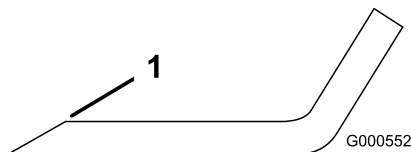

Figure 102
1. Au moyen d'une lime, aiguisez les tranchants aux deux extrémités de la lame (Figure 102).
**Remarque:** Si la lame est déséquilibrée, limez un peu l'extrémité de l'ailette seulement (Figure 102).